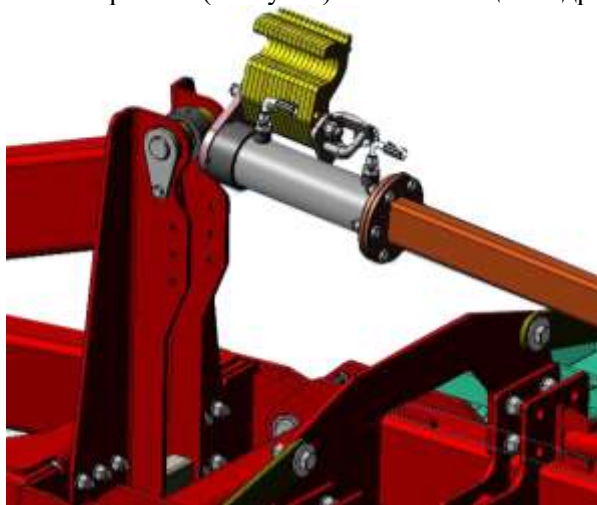

Рисунок 8 – Упор цилиндра сницы
- Перевести упоры цилиндров опорных колес в транспортное положение рис.8;